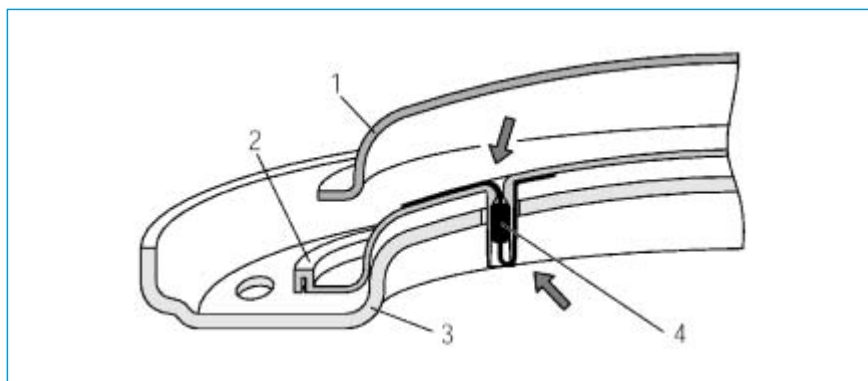

Fig. 15
- Cuando se realice el mantenimiento, no dañar ni eliminar la resistencia de protección contra la corrosión (fig. 15, rep. 4) de la placa aislante. Cuando se reemplace la resistencia anti-corrosión, montar de nuevo correctamente.